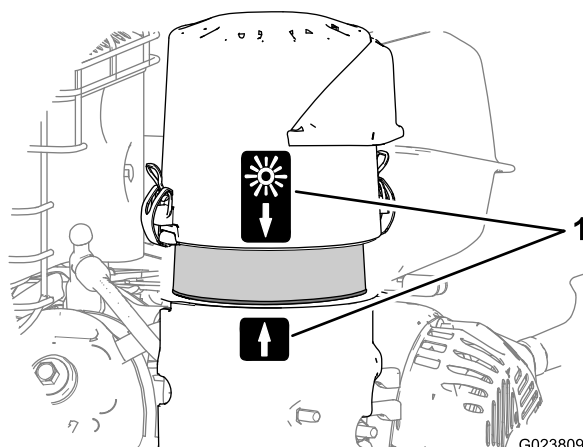

図 72
5. エアクリーナのカバーの矢印をベースの矢印に揃える図 72。